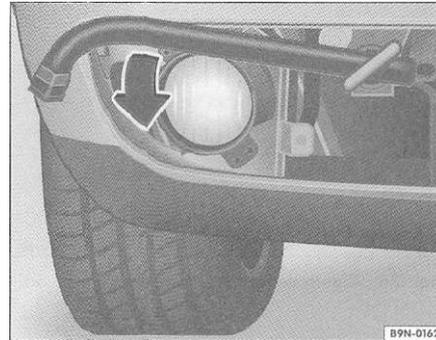

Fig. 137 Fixação da argola de reboque
- Fixe a argola no furo roscado, girando-a firmemente *para a esquerda*, até o batente fig. 137.
- Aperte a argola de reboque, utilizando a chave de roda como alavanca => fig. 137 no sentido da sela.